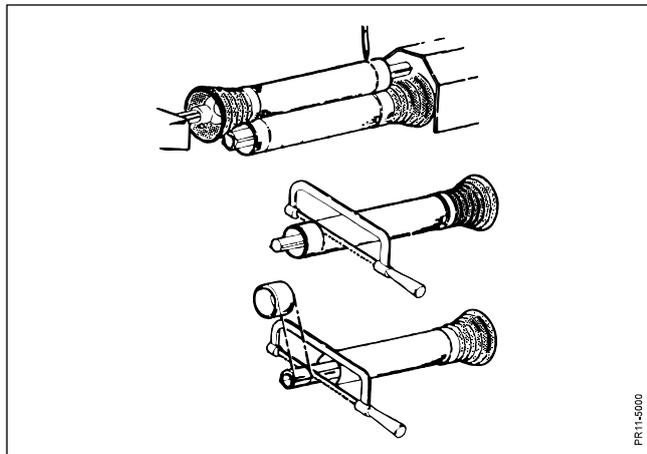

Abb. 2-3
**WICHTIG:** Die angegebenen Werte für Überlappung der Profilrohre der Gelenkwelle sind gemäß Abb. 2-3 einzuhalten.
- Abb. 2-3** Die Gelenkwellenhälften an PTO (Schlepperzapfwelle) bez. PIC (Antriebswelle der Maschine) befestigen, wenn diese sich auf gleicher Höhe, auf waagerechten Plan befinden und gerade einander gegenüber sind (bei dieser Maschine der kürzeste Abstand).